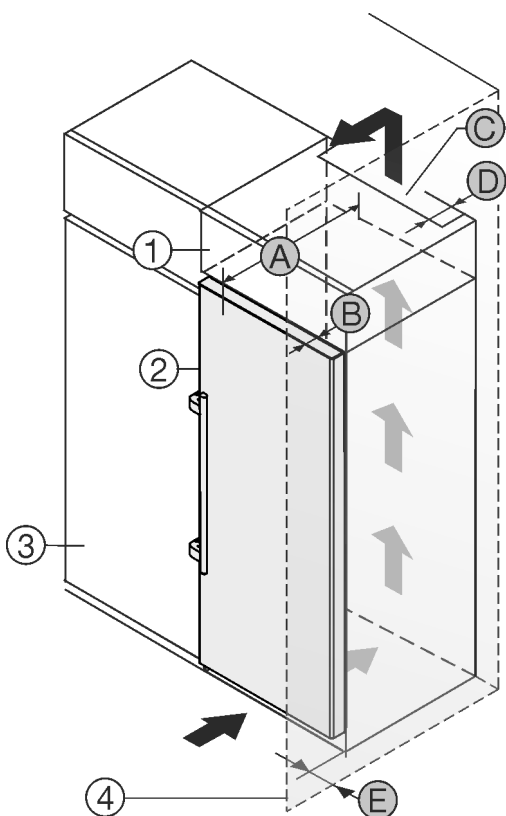

Fig. 2
U kunt het apparaat direct naast de keukenkast Fig. 2 (3) opstellen.*
Aan de achterzijde van de opzetkast moet een luchtafvoerkanaal met de diepte Fig. 2 (D) over de volledige breedte van de opzetkast aanwezig zijn.*
Onder het plafond moet de ventilatie doorsnede Fig. 2 (C) worden aangehouden.*
Als u het apparaat met de scharnieren naast een wand Fig. 2 (4) plaatst, moet de afstand tussen het apparaat en de wand minimaal 57 mm bedragen. Dit komt overeen met de uitsteekmaat van de handgreep bij geopende deur.*
Om de deuren volledig te kunnen openen, moet het apparaat overeenkomstig de deurdiepte Fig. 2 (B) ten opzichte van het keukenkastfront uitsteken. Afhankelijk van de diepte van de keukenkasten Fig. 2 (3) en het gebruik van de wandafstandshouders kan het apparaat verder uitsteken.*